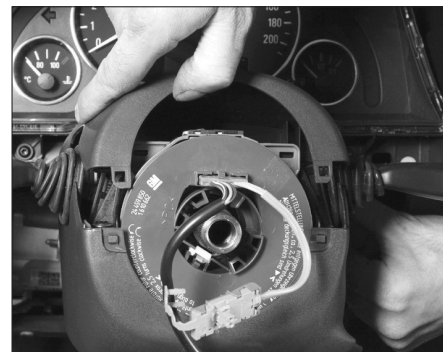

FIG. 4
- la demi-coquille supérieure de colonne de direction (Fig.4),